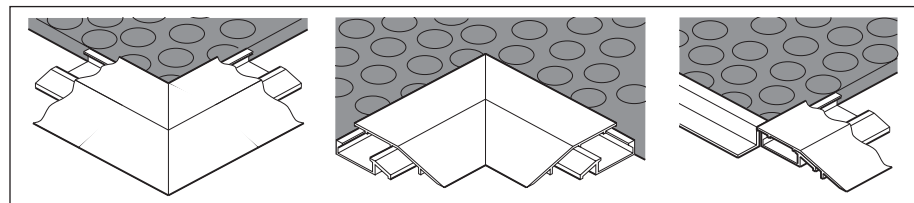

Abb. 5-9: Unterteile der Rampenschiene an den Ecken der Schaltmattenanlage zuschneiden
3. Oberteile an den angezeichneten Stellen absägen (siehe Abb. 5-9, S. 14).